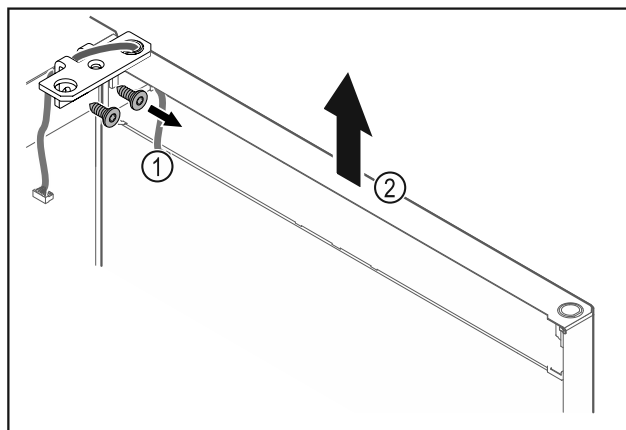

Fig. 26
- Desatornillar la escuadra de bisagra Fig. 26 (1).
- Levantar la puerta junto con la escuadra de bisagra Fig. 26 (2) aproximadamente 200 mm recta hacia arriba y retirar.